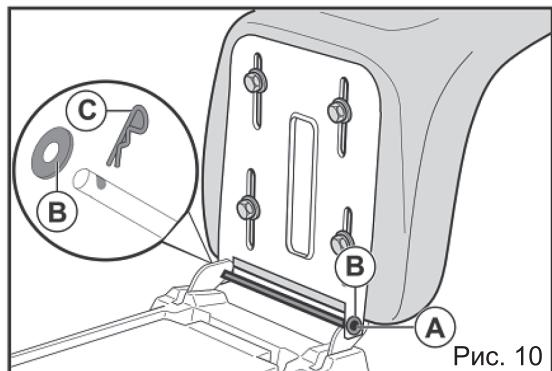

Рис. 10
### Установка сиденья (Рис.10).
- Удерживая кресло сиденья в вертикальном положении, наденьте шайбу (B) на конец вала (A), затем последовательно вставьте вал (A) в проушины кронштейна и в отверстие для крепления кресла. Наденьте шайбу (B) на вал (A), а затем вставьте шплинт (C) в отверстие в валу (A), чтобы закрепить его (Рис. 10)